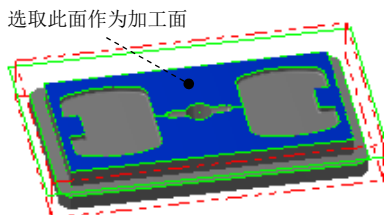

图 20.24 选取加工面
Step2. 选取加工面。在图形区中选择图 20.24 所示的曲面为加工面，按 Enter 键，系统弹出“刀具路径的曲面选取”对话框，采用系统默认的设置。单击 按钮，系统弹出“曲面精加工平行铣削”对话框。